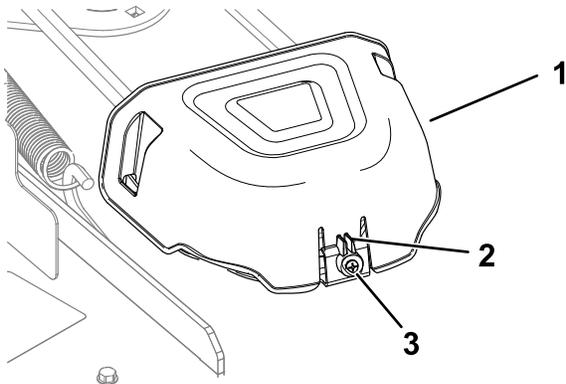

図 55
5. ねじをゆるめ、カバーについているタブを押し込んでプーリカバーを外す 図 55。